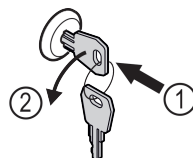

Fig. 207
- ▶ Sleutel erin duwen. Fig. 207 (1)
- ▶ Sleutel 90° linksom draaien. Fig. 207 (2)